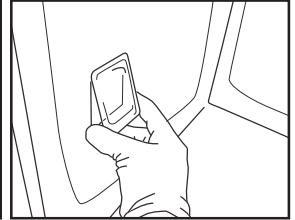

Рис. 9
5. Поверніть плафон на місце, натиснувши на нього, доки він із характерним клацанням не встановиться на своєму місці (рис. 9).